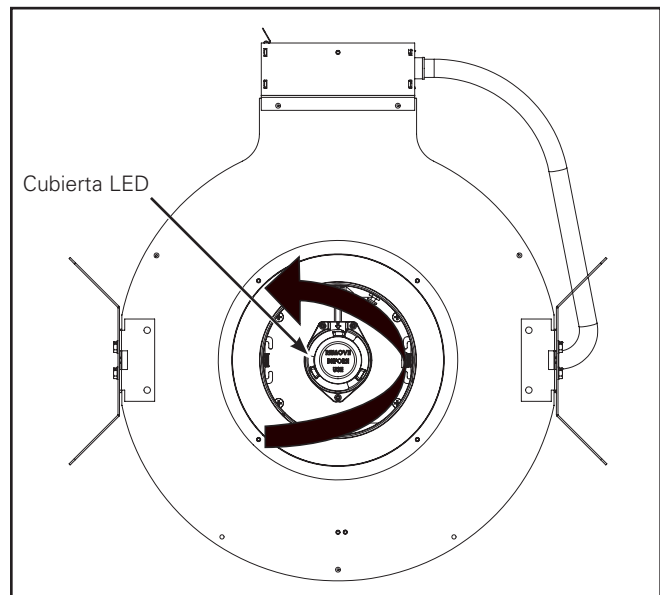

Figura 9.
3. Quite la cubierta protectora del LED (Figura 9) del alojamiento haciéndola rotar en sentido antihorario.